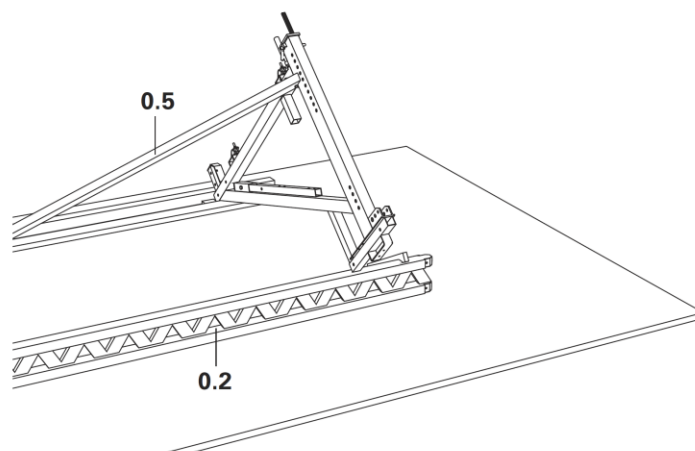

Fig. A1.03
– Диагонална осигурителна опора 1 дъска 40 x 120 mm, L = 2.0 m (0.5) (Fig. A1.03)